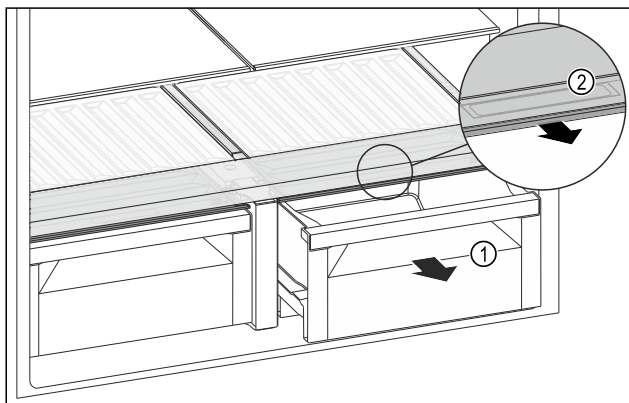

Fig. 126
- ▶ Витягніть висувний ящик Fig. 126 (1).
- ▶ Візьміться за потайну ручку Fig. 126 (2) на кришці відділення й одночасно потягніть кришку відділення вперед.